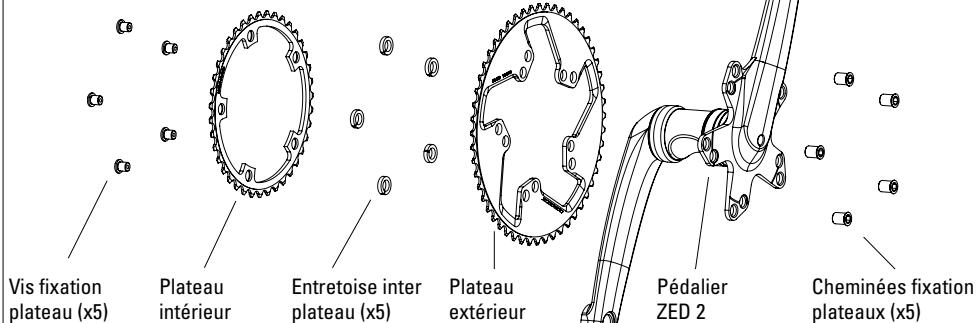

Fig 2
1. soit par la manivelle gauche lorsque le pédalier n'est pas assemblé sur le cadre comme le montre la figure 2.